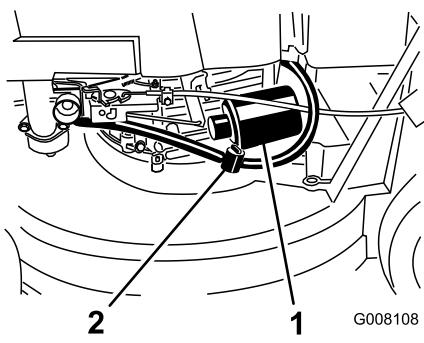

Bild 22
5. Legen Sie einen Lappen unter den Ölfilter, um das Öl aufzufangen, das ggf. beim Entfernen des Filters ausläuft (Bild 22).
3. Schließen Sie den Kraftstoffhahn (Bild 22).